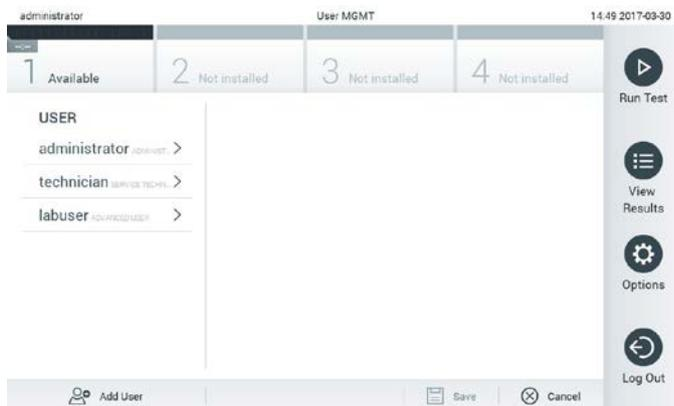

Figura 51. Schermata User Management (Gestione utenti).
1. Premere il pulsante Options (Opzioni) quindi User Management (Gestione utenti) per configurare gli utenti. Nell'area dei contenuti del display, viene visualizzata la schermata User Management (Gestione utenti) (Figura 51).